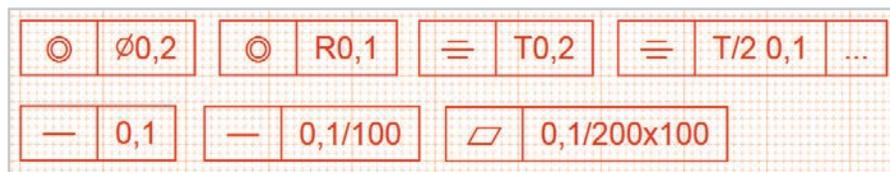

Рис. 6. Обозначения допуска в Feature Control Frames
2. Feature Control Frames – информационные объекты для обозначения данных о допусках формы и расположения поверхности. Такое обозначение может состоять из двух и более частей (см. рис. 6):